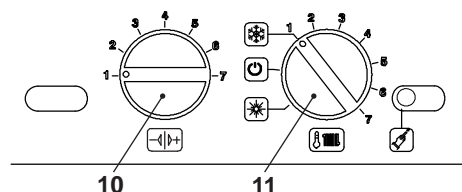

Figura 2.3
- Ruotate il selettore 11 come in Figura 2.3.